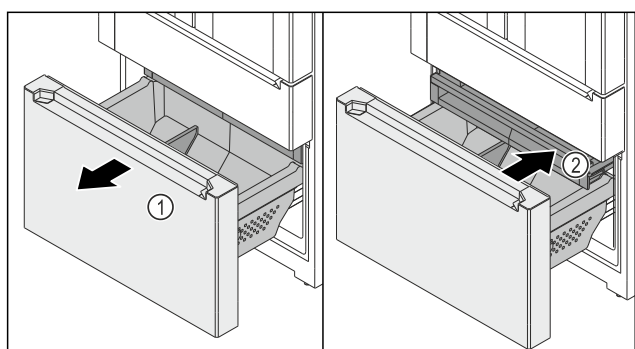

Fig. 151
- Sortir le chariot à glissière Fig. 151 (1) jusqu'en butée.
- Le tiroir Fig. 151 (2) sort automatiquement.
- Pousser le tiroir Fig. 151 (2).